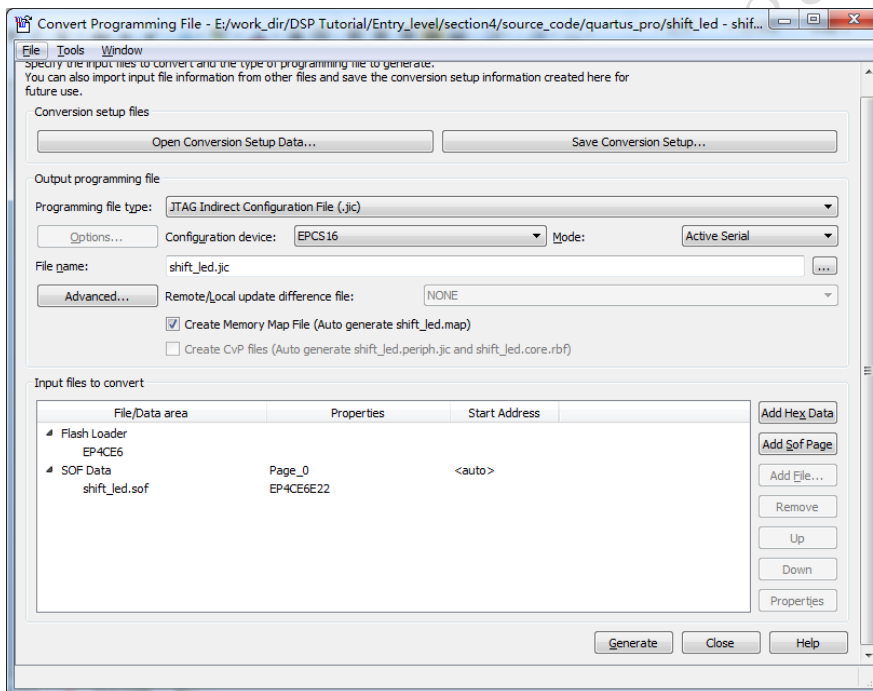

图 23
- ✧ 选中之后如图 23 所示, 这时选择右下角 Generate 按钮